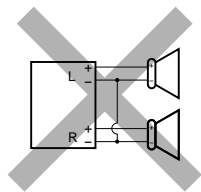
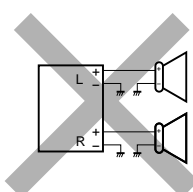
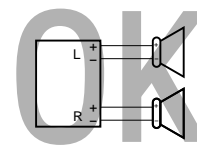

Fig. 1
Fig. 2
Fig. 3
- ② Jaune: a la batterie de la voiture (12V constant)
- ③ Rouge: à la prise accessoire
- ④ Autres fils à l'exception du fil bleu à bandes blanches: aux enceintes
- ⑤ Bleu à bandes blanches: à l'antenne automatique (200mA max.)
- If the speaker wiring in your car is as illustrated in Fig. 1 and Fig. 2 below, **DO NOT** connect the unit using that original speaker wiring. If you do, the unit will be seriously damaged. Redo the speaker wiring so that you can connect the unit to the speakers as illustrated in Fig. 3.
- If the speaker wiring in your car is as illustrated in Fig. 3, you can connect the unit using the original speaker wiring in your car.
- Si el conexionado de altavoz de su automóvil es como se indica en las Figs. 1 y 2 de abajo, **NO** conecte la unidad utilizando ese conexionado de altavoz original. Si lo hace, se producirán daños graves en la unidad. Vuelva a efectuar el conexionado de altavoz de manera que pueda conectar la unidad a los altavoces de la manera indicada en la Fig.3.
- Si el conexionado de altavoz de su automóvil es como se indica en la Fig.3, podrá conectar la unidad utilizando el conexionado de altavoz original de su automóvil.
- Si le câblage des enceintes de votre voiture est réalisé comme montré sur la Fig. 1 ou Fig. 2 ci-dessous, **NE CONNECTEZ PAS** l'appareil en utilisant ce câblage original d'enceintes. Si vous le faites, l'appareil sera sérieusement endommagé. Recommencez le câblage des enceintes de façon que vous puissiez connecter l'appareil aux enceintes comme montré sur la Fig. 3.
- Si le câblage des enceintes de votre voiture est comme montré sur la Fig. 3, vous pouvez connecter l'appareil en utilisant ce câblage original d'enceintes pour votre voiture.